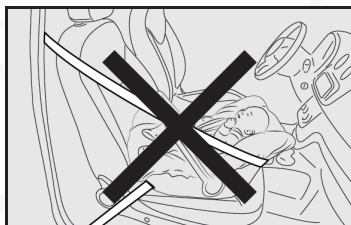

fig. 16
**GRAVE PELIGRO:** En los vehículos equipados con bolsa de aire del lado del pasajero, no coloque en sentido contrario a la marcha del vehículo (viendo hacia atrás) sillas o sistemas de protección para niños - fig. 16. La activación de la bolsa de aire puede provocar lesiones severas al niño transportado.